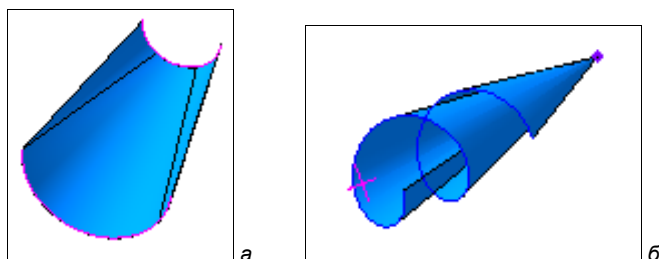

Рис. 30.18. Примеры построения линейчатой поверхности
- ♦ нажмите кнопку **Создать объект** для создания фантома поверхности. В Дереве модели пиктограмма созданной поверхности. Аналогично вставьте новое ребро перед **Ребром 3**. У вас должно получиться, как на рис. 30.18, а. Сохраните его как **Пов. 2**. Еще один пример построения линейчатой поверхности показан на рис. 30.18, б.